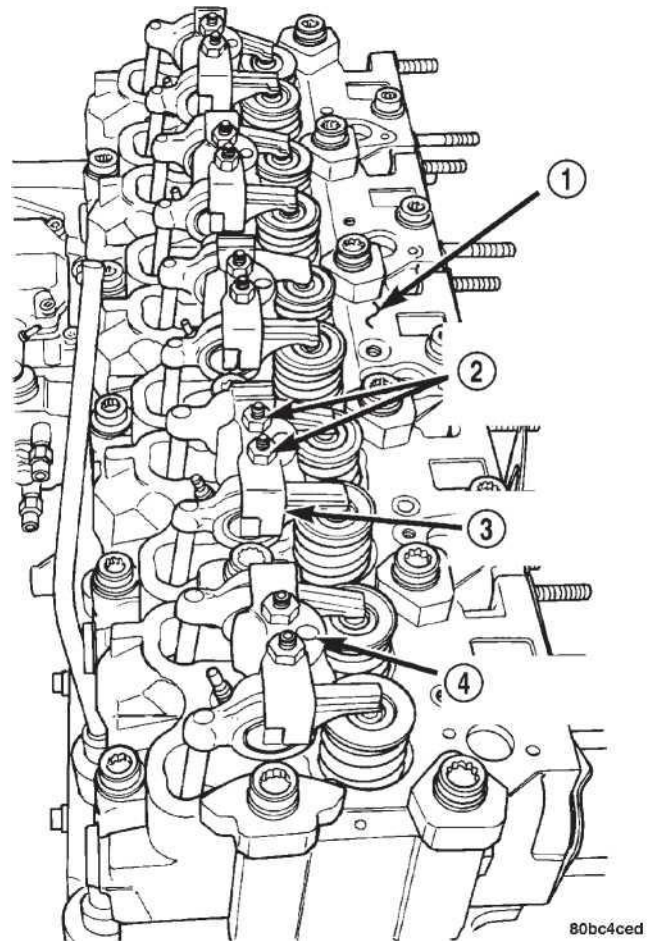

Рис. 63 RockerArmAssemblies
(29) Удалите стопорные гайки клапана (Рис. 62) (Рис. 63).